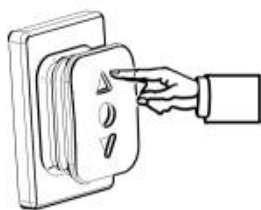

Figure D1
4.1 Mantenga pulsado el interruptor de control de línea para abrir el toldo. El motor se detendrá automáticamente cuando el toldo esté completamente abierto. (Figura D1)